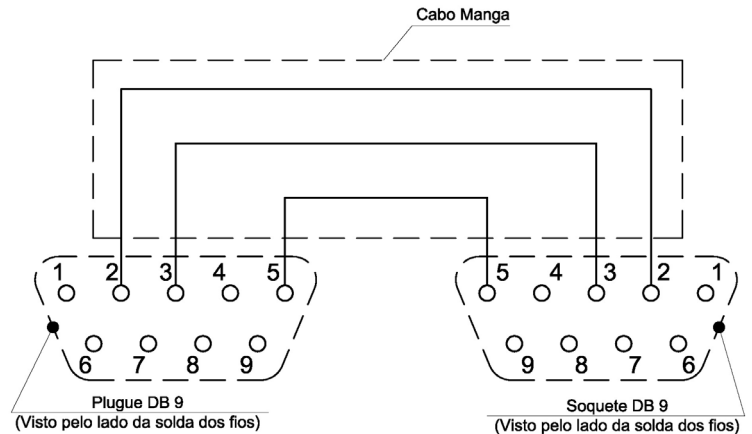

Figura 10: Diagrama do cabo de comunicação serial.
2. A comunicação serial com um computador exige a instalação do programa de comunicação, **ITBComm** (disponível para download e instalação em <http://www.itb.ind.br/ITBSetup.zip>) instalável em sistema operacional Windows 98 ou mais recente, e uma conexão entre a porta serial (COM1 a COM4) do computador e a porta RS232, em plugue DB9, do frontal do controle através de um cabo serial. Se a porta serial do computador for um soquete DB9 o cabo a ser utilizado deverá ser ligado conforme diagrama da figura 10.